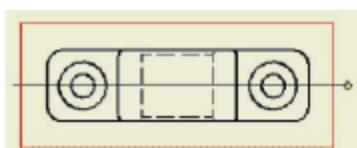

图5-14 绘制剖切线
- 3) 在父视图的剖切位置上绘制剖切路径线。选择剖切位置以画线的方式单击放置剖切路径线的起点和终点，如图5-14所示。得到终点后单击鼠标右键，在右键快捷菜单中选择“继续”。